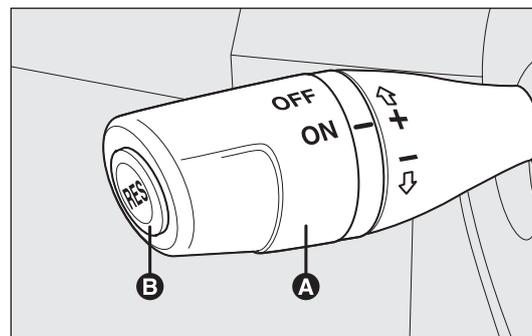

fig. 45
Tourner la bague A-fig. 45 en position ON.
- tourner la bague A-fig. 45 sur ON et en appuyant sur la pédale d'accélérateur, amener la voiture à la vitesse souhaitée ;
- appuyer sur le bouton RES B-fig. 45.
- en appuyant sur la pédale d'accélérateur ; dans ce cas, le système n'est pas désactivé effectivement mais la demande d'accélération est prioritaire sur le système ; le cruise control reste toutefois actif, sans qu'il soit nécessaire d'appuyer sur le bouton RES B-fig. 45 pour revenir aux conditions précédentes une fois l'accélération terminée.